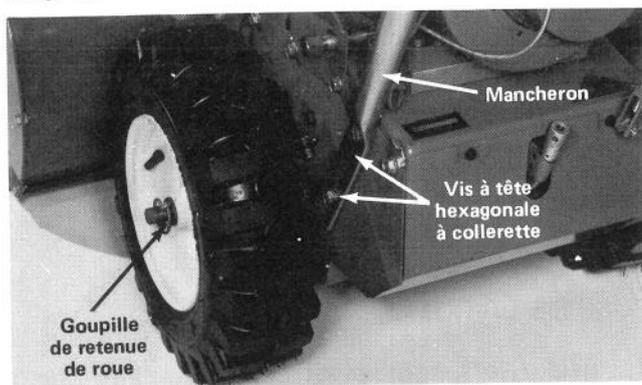

Figure 1
3. Placez les mancherons contre l'extérieur des plaques latérales de l'unité de traction. Fixez-les ensuite en place avec les quatre vis hexagonales à collerette (Fig. 1).
Remarque: Pour créer plus d'espace libre on peut enlever la goupille de retenue de roue et déplacer la roue vers l'extérieur en la glissant sur son essieu (Fig. 1).